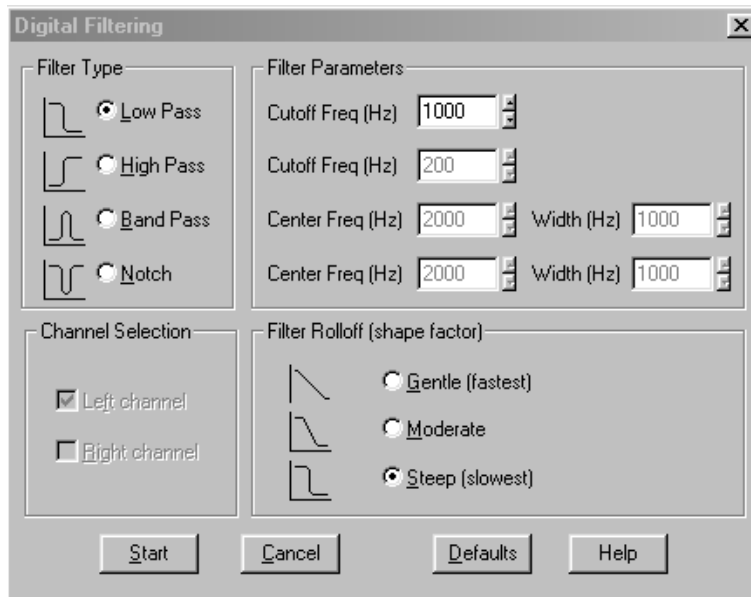

Рис.8.6. Меню фильтра
- В меню **Filter** (рис.8.6) выберите тип фильтра – фильтр низких частот **Low Pass**, частоту среза **Cutoff** - 1000 Гц, крутизну спада **Filter Rolloff** - среднюю **Moderate**, нажмите кнопку **Start** – начнется процесс фильтрации, около 30 с. По